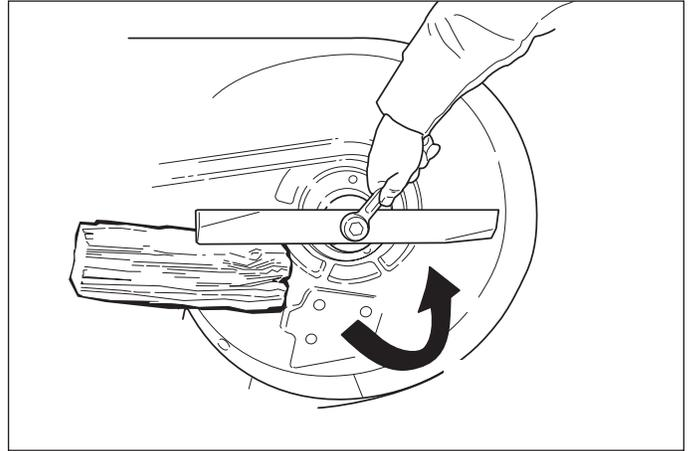

Figure 13. Démontage de la lame
2. Voir la figure 13. Pour retirer une lame pour l'affûter, la bloquer avec une cale en bois afin de l'empêcher de tourner et desserrer le boulon de fixation.